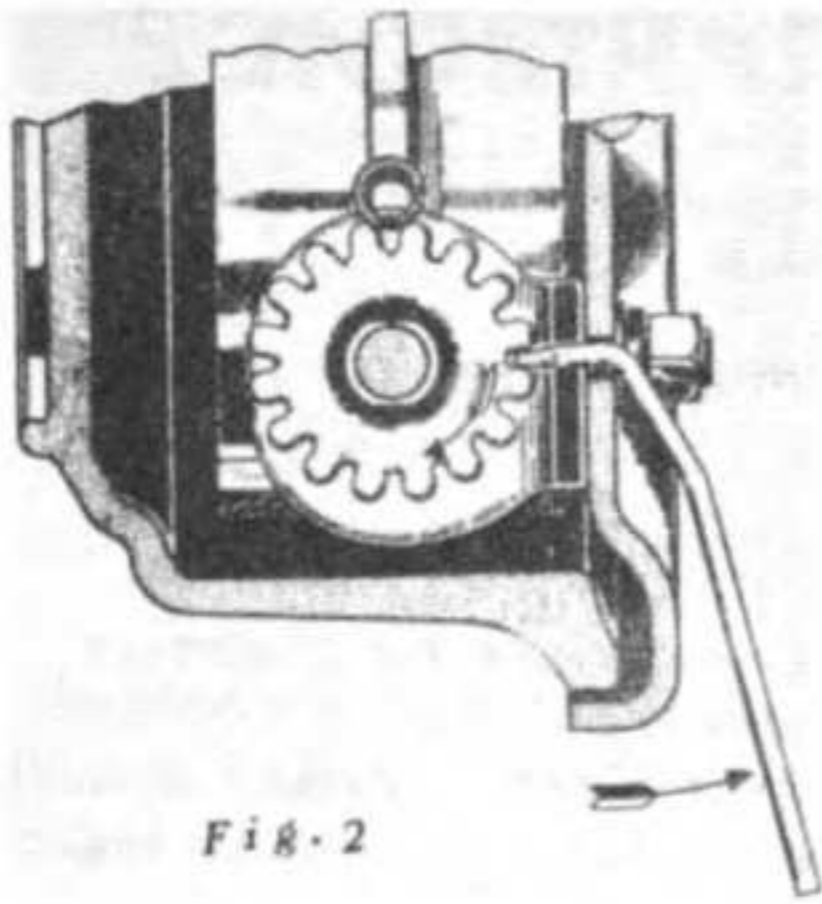

Fig. 2
4. REMOVE ADJUSTING HOLE COVER FROM BACKING PLATE. EXPAND BRAKE SHOES BY TURNING ADJUSTING SCREW, MOVING HANDLE OF SCREW DRIVER OR ADJUSTING TOOL TOWARD THE AXLE AS SHOWN IN FIG. 2 UNTIL BRAKE SHOES ARE AGAINST DRUMS.
11. TURN ADJUSTING SCREW (MOVING HANDLE OF TOOL OR SCREW DRIVER TOWARD THE AXLE AS SHOWN IN FIG. 2 UNTIL BRAKE SHOES ARE EXPANDED TIGHTLY AGAINST THE DRUM,